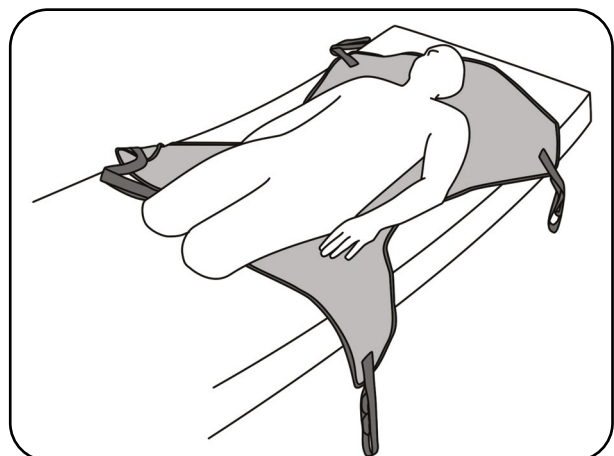

Abb. 8.3.02 - Beinstützen zwischen den Beinen des Patienten positioniert
7. Drehen Sie den Patienten wieder auf den Rücken und ordnen Sie die Schulter- und Beinschlaufen seitlich vom Patienten wegzeigend an (Abb. 8.3.02). Achten Sie darauf, dass die Beinschlaufen gleich lang sind.